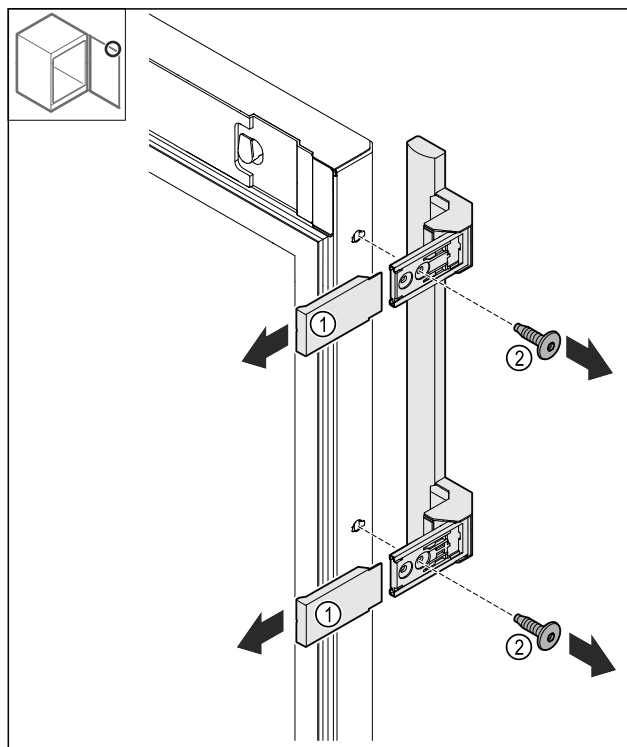

Fig. 24
- 拔下盖板 Fig. 24 (1)。
- 松开螺栓 Fig. 24 (2)。